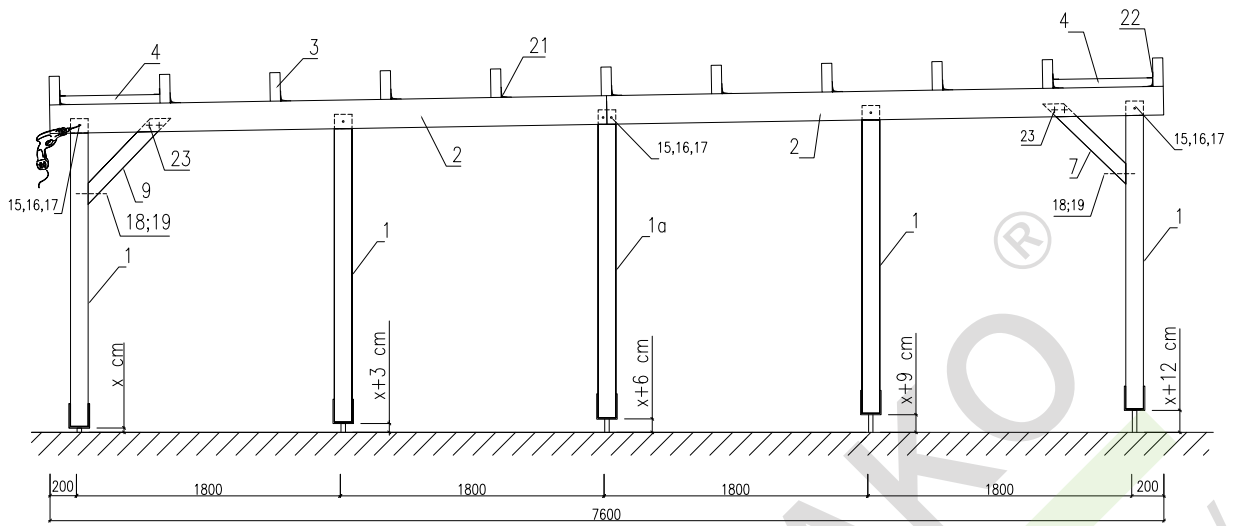

Fig. 2
Ensuite mettez en place les détails d'appui (Pos. 4). La position de ces détails est bien visible sur les figures 2 et 3. Fixez les détails d'appui à l'aide des équerres (Pos.22).
- a) Posizionando i bracci di supporto a diverse altezze (vedere Fig. 2)
Poi installare i componenti di supporto (Pos. 4). Vedere la posizione dei componenti dalla Fig. 2 e Fig. 3. Fissare i quadrati (Pos. 22).